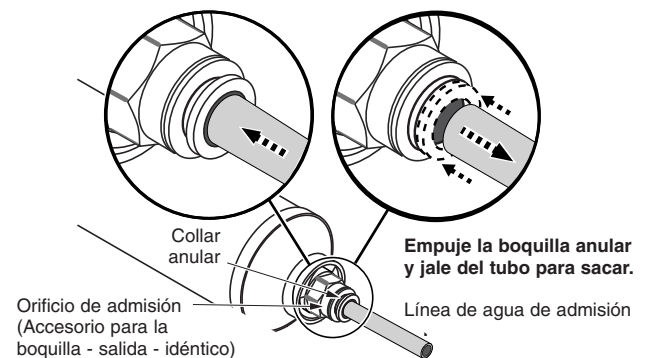

Figura 2
- Saque la tubería de los extremos de la unidad. Ver la Figura 2.